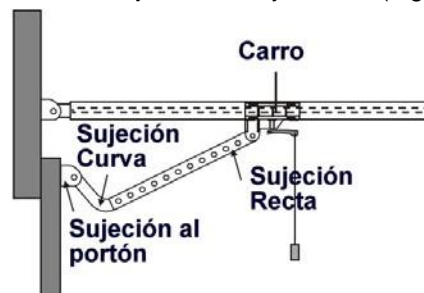

Fig. 10
3. Mueva el carro cerca del portón. Una la Sujeción al portón, la Sujeción curva, la Sujeción recta y el carro (Fig. 10)